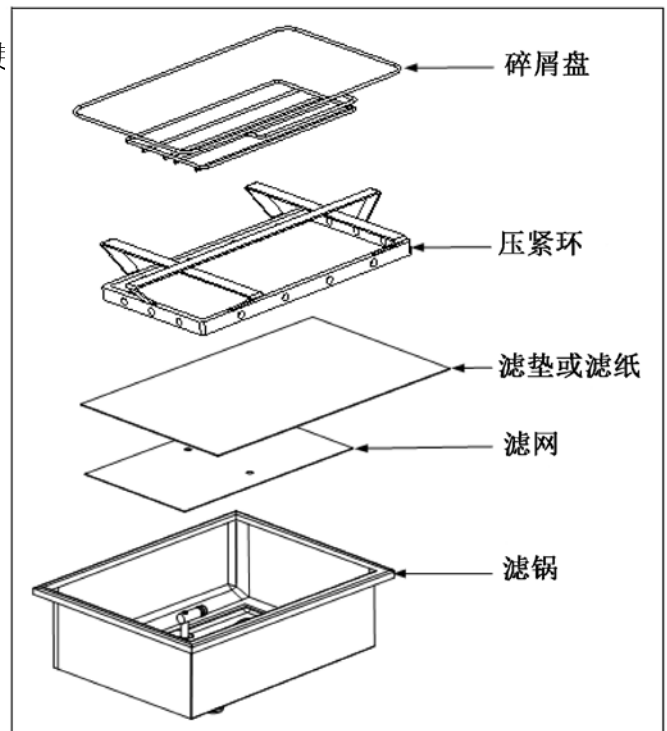

图 1
1. 从炉柜中拉出滤锅，取下碎屑盘、压紧环、滤纸（或滤垫）和滤网（参见图 1）。使用溶有洗涤剂 and 热水的溶液清洗所有组件，然后将其彻底晾干。
3. 然后按照相反顺序将金属滤网放在滤锅底部中心，接着放一张滤纸或滤垫在滤网上面，让所有边重叠（参见图 1）。如果使用滤垫，确保滤垫粗糙面朝上，将滤垫放在滤网上，确保滤垫处于滤锅的凸脊之间。